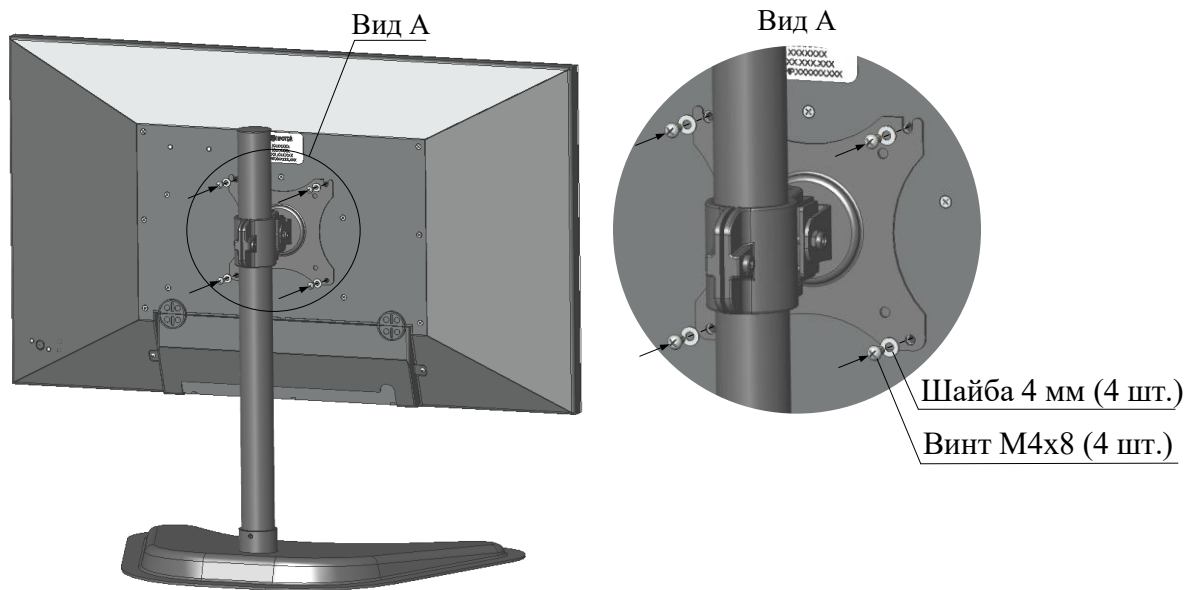

Рисунок 7 — Установка моноблока на кронштейн
3) установить корпус с монитором на кронштейн при помощи четырех винтов М4х6 и шайб 5 мм (Рисунок 7);